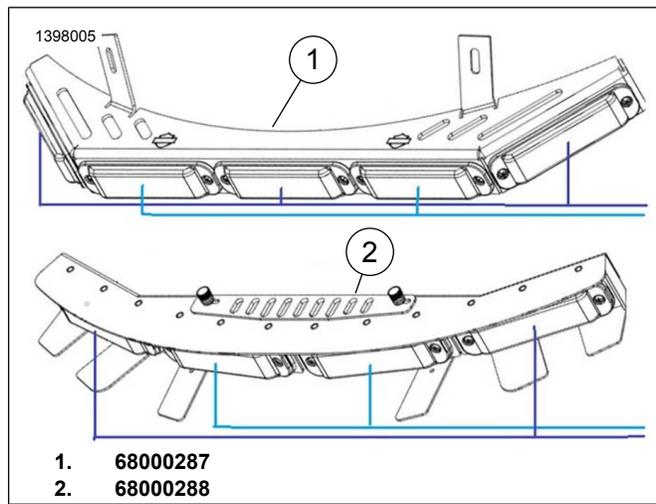

Figura 8. Configuraciones de cabezal de luz
Vea la Figura 8. para una representación visual de estas configuraciones del cabezal de luz, que difieren para 68000287 (1) y 68000288 (2).